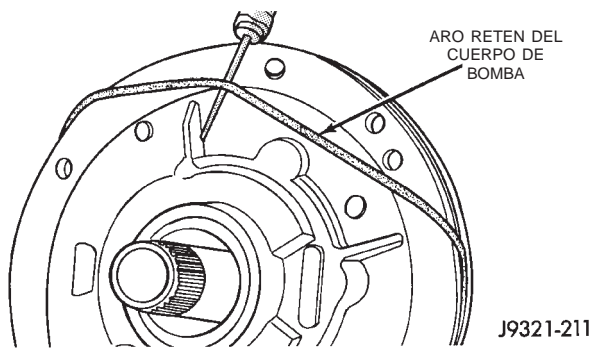
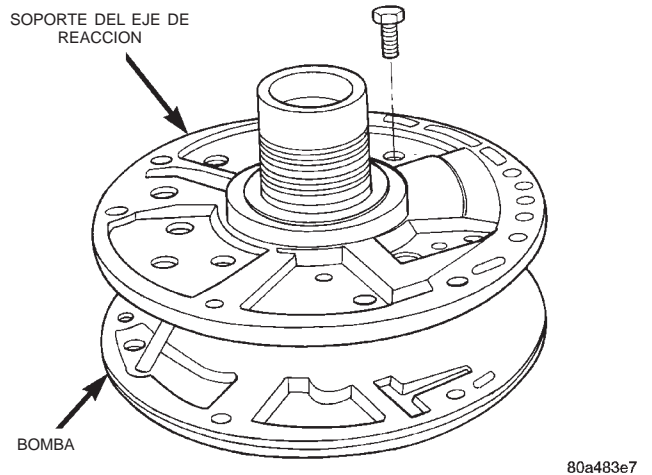

Fig. 118 Desmontaje del aro retén de la bomba
Fig. 119 Pernos del soporte de la bomba
- (1) Retire el aro retén del cuerpo y el soporte del eje de reacción (Fig. 118).
- (2) Marque el conjunto de cuerpo de bomba y soporte como referencia para la alineación.
- (3) Retire los pernos que fijan el cuerpo de bomba al soporte (Fig. 119).